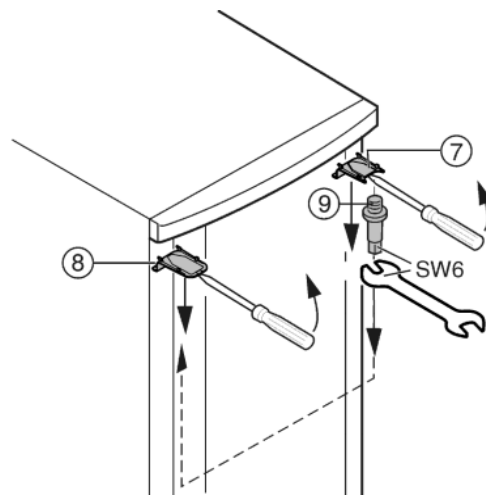

Fig. 7
- ▶ Desenganche hacia delante la cubierta Fig. 7 (7) y la cubierta Fig. 7 (8) en la parte superior con un destornillador y extráigalas hacia abajo en posición inclinada.
- ▶ Desenrosque el perno de cojinete Fig. 7 (9) y enrósquelo en el lado opuesto (**con 4 Nm**) para fijarlo.
- ▶ Volver a montar la cubierta Fig. 7 (7) en el lado del perno de cojinete: introdúzcala por detrás, encájela delante.
- ▶ Montar la cubierta Fig. 7 (8) en el lado opuesto: introdúzcala por detrás, encájela delante.
- ▶ Enganche la puerta en el perno de cojinete Fig. 7 (9) de la parte superior.